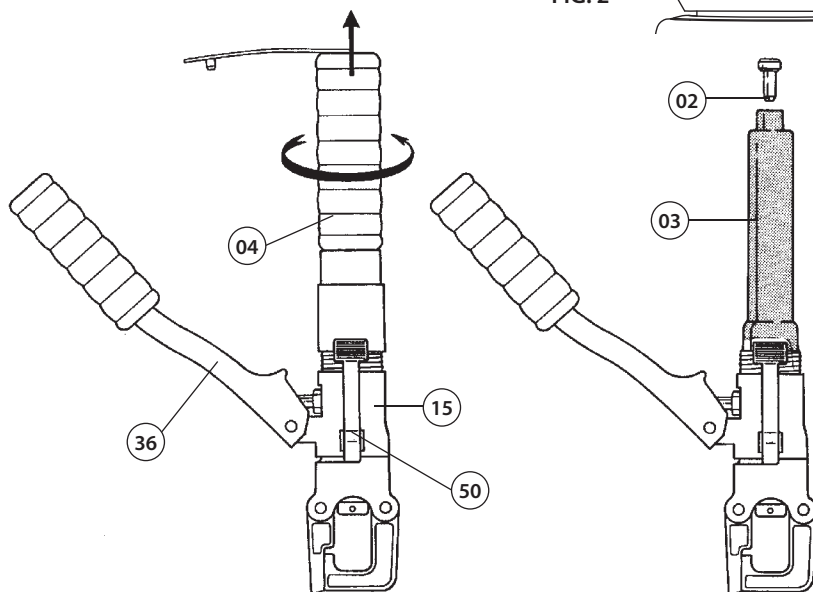

FIG. 3 TOOL POSITION FOR MAINTENANCE OPERATIONS
- a – Capovolgere l'utensile e bloccarlo in una morsa in posizione verticale (Fig. 3) con il manico mobile (36) divaricato.
- b – Svitare dal corpo (15) il manico fisso (04) e sfilarlo completamente, mettendo in vista il serbatoio di gomma (03) dell'olio.
- c – Estrarre il tappo (02) del serbatoio dell'olio.
- d – Azionare tre o quattro volte il manico mobile (36), facendo avanzare il pistone (17).
- e – Rilasciare la pressione dell'olio tramite la leva (50), fino a che il pistone principale non sia arretrato completamente ed in modo che l'olio sia ritornato tutto nel serbatoio.